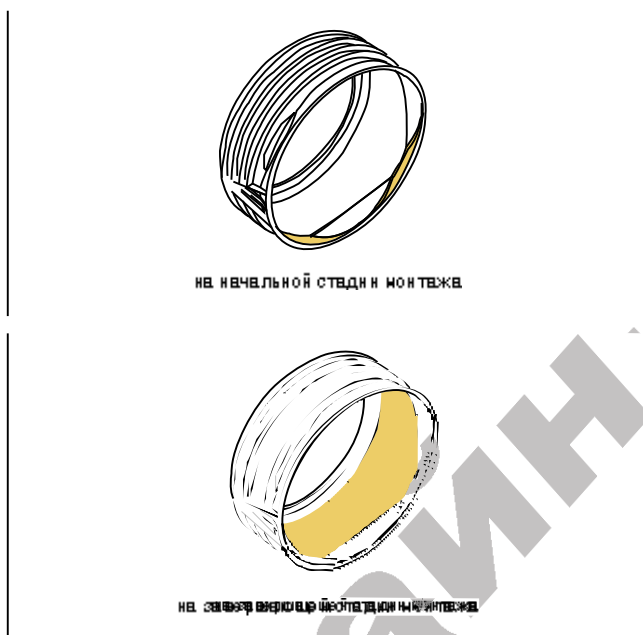

Рис. 4. Место на поверхности гaskets, где по контакту происходит уплотнение и в наружной и внутренней поверхности
- ▲ Уменьшение (макс. на 50%) усилия, необходимого для монтажа за счет уникальной конструкции раструба (см. рис. 4);